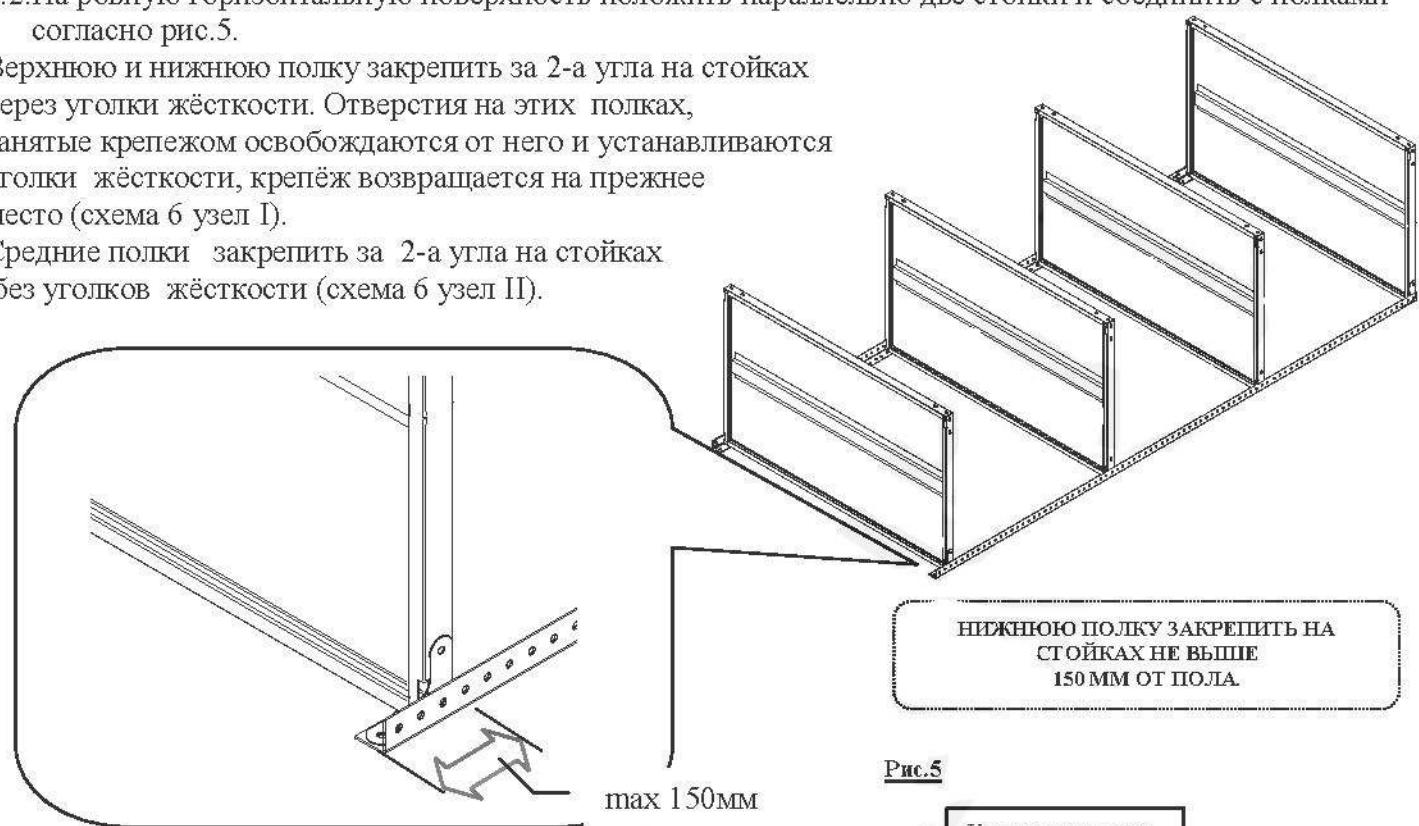

Рис.5
3.2. На ровную горизонтальную поверхность положить параллельно две стойки и соединить с полками согласно рис.5.